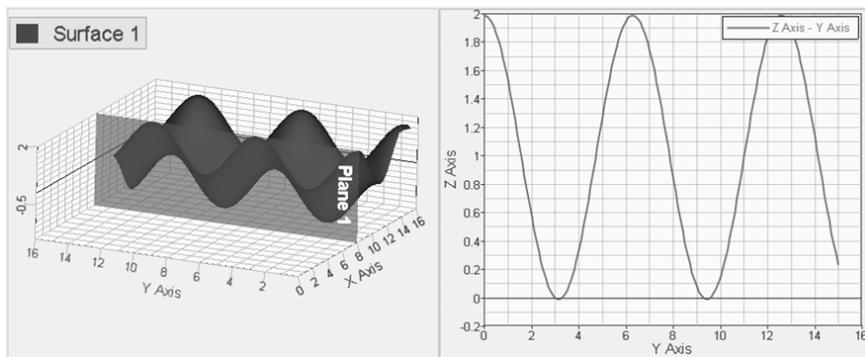

图 13-130 创建截面曲线
(4) 控制移动滑块，观察屏幕上剖切区域的变化。
(5) 关闭 Transparency 选项。
(6) 激活 Create XY Plot 标签。
(7) 将 Place curve on 选项设置为 New plot。
(8) 将 Create curve 设置为 Y vs Z。
(9) 单击 Plot Data 按钮，如图 13-130 所示。
(10) 激活 Position 标签。
(11) 控制移动滑块，移动剖切面的位置。Plot 图会发生相应变化。
(12) 单击激活 plot 窗口。
(13) 单击 Fit (🔍) 按钮，让 plot 适应整个窗口显示。